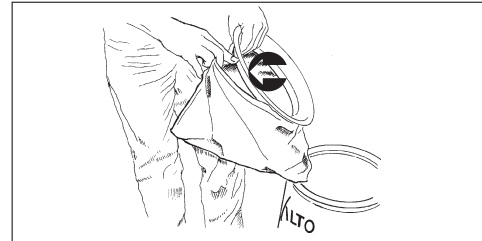

Figura 8
6. Coloque filtro de Dacron alrededor del filtro de tela. (Consulte la Figura 8)